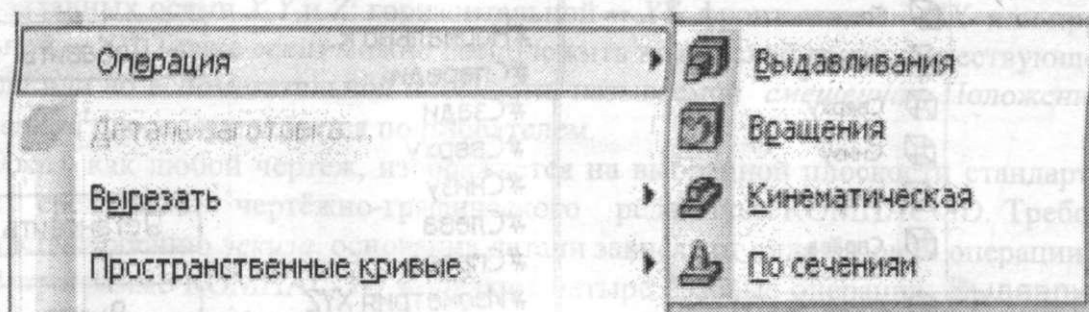

Рис. 40. Базовые операции моделирования элемента детали
2. Определяют способ построения объемного элемента, выбрав одну из операций: Выдавливания, Вращения, Кинематическая или По сечениям (рис. 40).